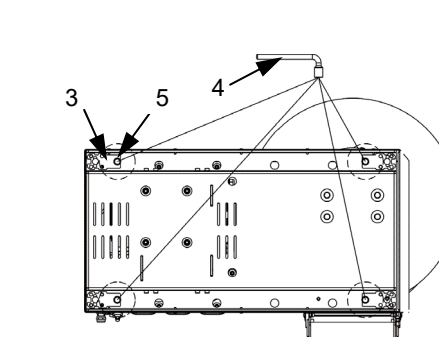

Fig. 10.3
SCHRITT 3 (Abb. 10.3).
Die 4 Polyethylen-Distanzstücke (Pos. 3) aus dem Stützbeine-Teilesatz nehmen und an den Boden der Maschine ansetzen (siehe Abb. 10.3). Die einzelne Bohrung (\varnothing 8 mm, Pos. 5) der Distanzstücke muss nach innen zeigen und zur M8-Bohrung im Boden der Maschine fluchten.